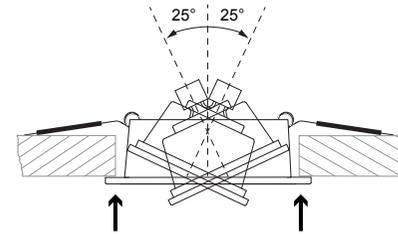

Bild 3
- Lautsprecher mittig in den Deckenausschnitt drücken, bis beide Klemmbügel auslösen (Bild 3) und der Lautsprecher bündig an der Decke anliegt.